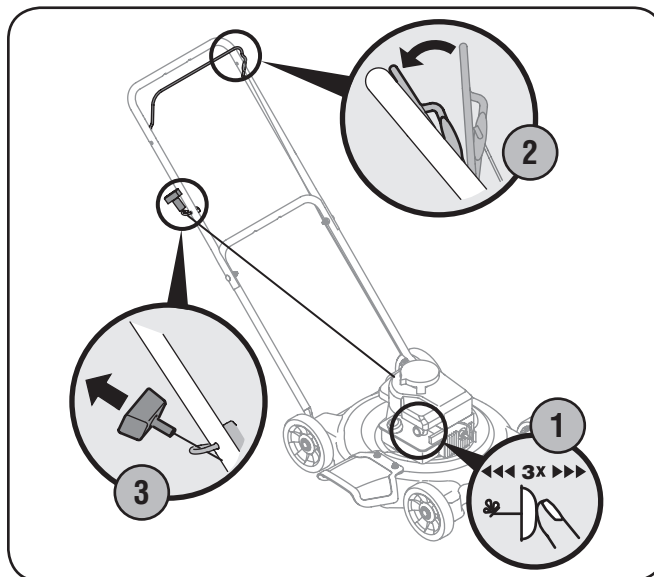

Figure 5-1
1. Comenzando el motor por primera vez, empuje el cebador (de ser equipado) cinco veces. Para todas las futuras ventajas, empuje el cebador tres veces. Espere aproximadamente dos segundos entre cada presión. Vea Figure 5-1. No cebe el motor caliente para reiniciarlo luego de una detención breve.
3. Sostenga firmemente las dos manijas juntas, tome la manija del arrancador de retroceso y tire de la cuerda para sacarla con un movimiento rápido y continuo. Vea Figure 5-1. Mantenga firme la manija del arrancador, deje que la cuerda regrese lentamente al arrancador. Repita hasta que el motor esté en marcha. Deje que la cuerda se enrosque lentamente de regreso.